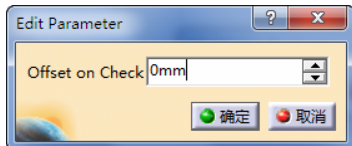

图 3-185 定义检查余量（12）
- 定义检查余量（12）。双击“Offset on Check”，弹出“Edit Parameter”对话框，可设置余量大小为“0” mm，如图 3-185 所示。